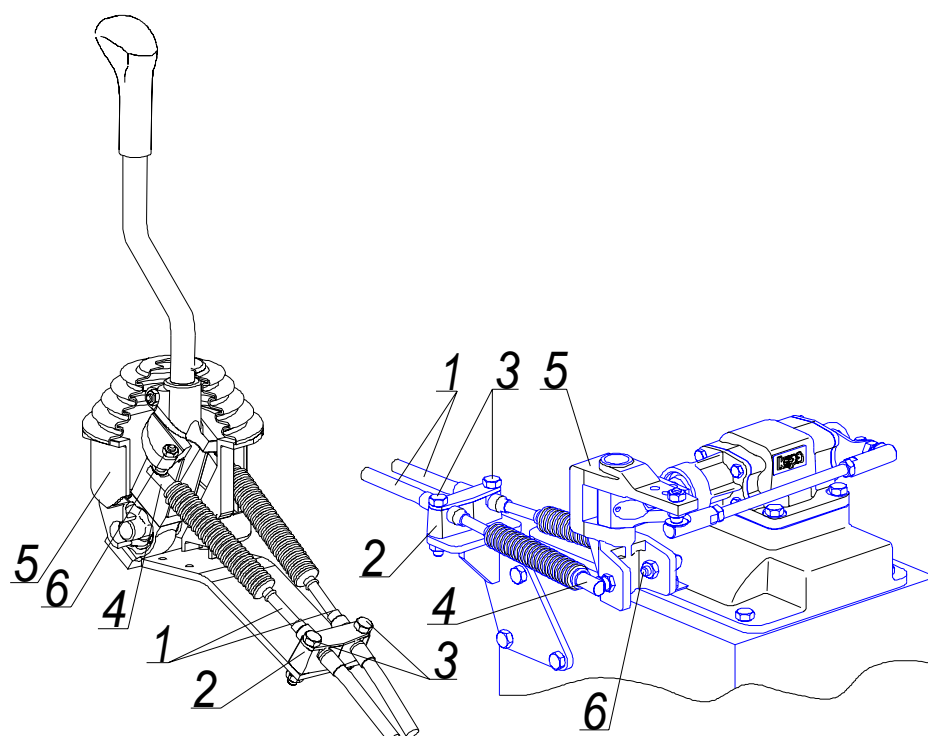

Рис. 8. Монтаж тросов
**ВНИМАНИЕ:** Демонтаж концов тросов от механизма управления (мастер - опоры) или транслятора (рис. 8) выполняется следующим образом:
**3.4 Во избежание выхода из строя крестовины мастер-опоры** (рис. 2, рис. 8) необходимо следить за целостностью уплотнений подшипников крестовины.